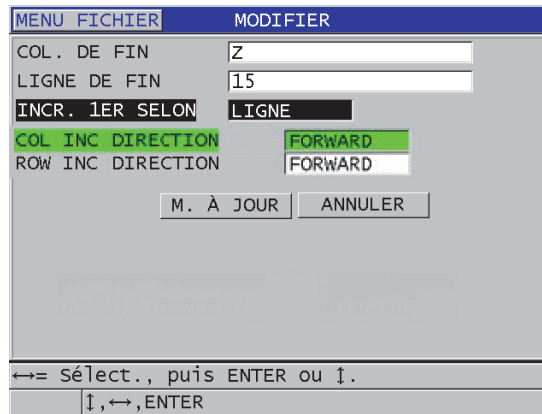

Figure 11-19 Fenêtre de modification d'un fichier de type grille
4. Pour un fichier de type grille, sélectionnez **CONTINUER**, puis à la deuxième page de l'écran **MODIFIER** (Figure 11-19 à la page 219), faites ce qui suit :